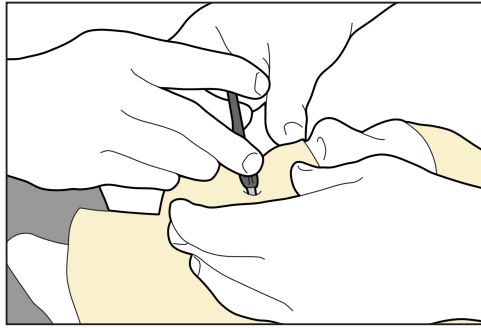

Abb. 12
3. Setzen Sie die Bissplatte durch die Maske in den Mund des Patienten ein, solange die Maske noch formbar ist (Abb. 12).
4. Verwenden Sie die Führhilfe, um die Bissplatte tief genug einzusetzen (Abb. 12).